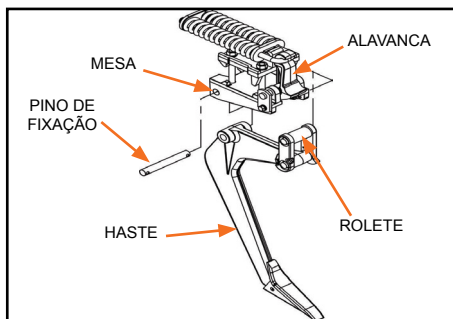

Figura 16
- 1º - Montagem das hastes no chassi (Figura 16).